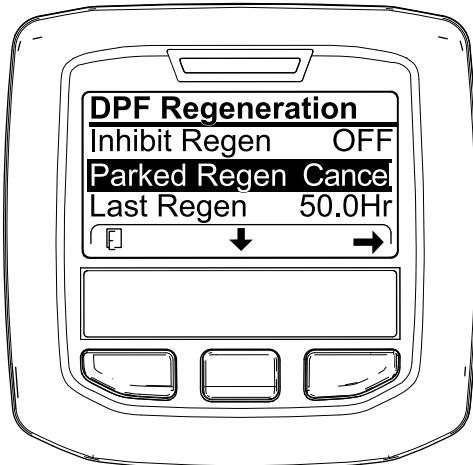

Bild 53
1. Zugreifen auf das Menü für die Regenerierung des Dieselpartikelfilters (Bild 53)
2. Drücken Sie die mittlere Taste, um auf die Option PARKED REGEN. CANCEL (Bild 53) oder RECOVERY REGEN. CANCEL zu navigieren (Bild 54).
3. Drücken Sie die rechte Taste, um den Eintrag „Regen. Cancel“ auszuwählen (Bild 53 oder Bild 54).